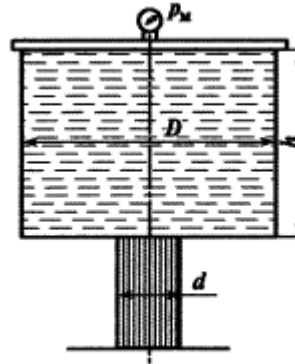

Рис. 3.1
- 3) Рассчитать манометрическое давление p_m и силу давления, действующую на верхнюю крышку сосуда, полностью заполненного водой (рис. 3.1), если вес сосуда $G=5 \cdot 10^4$ Н; диаметр сосуда $D=0,4$ м; S_2 – площадь сечения верхней крышки; диаметр поршня, действующего на жидкость, $d=0,2$ м; площадь сечения поршня $S_1=3,14d^2/4$.